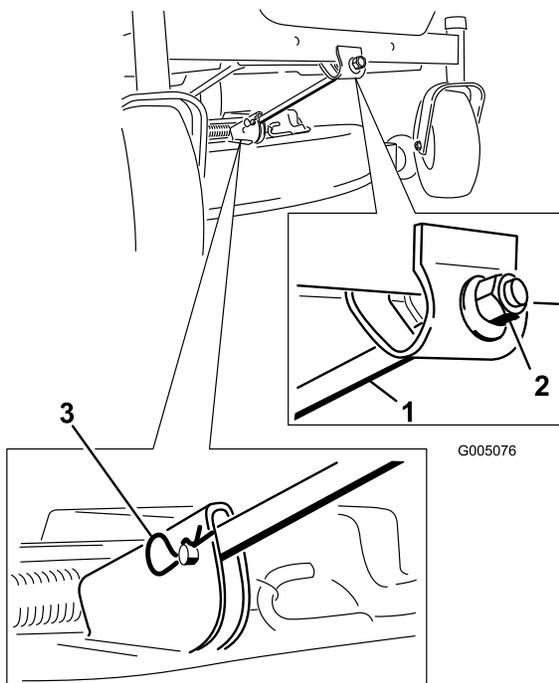

Figure 45
4. Enlevez la goupille fendue et l'axe de chape de la tige de support avant (Figure 45). Abaissez doucement l'avant du plateau de coupe au sol.
- Fixez la tige de support avant au plateau de coupe à l'aide de l'axe de chape et de la goupille fendue (Figure 45).